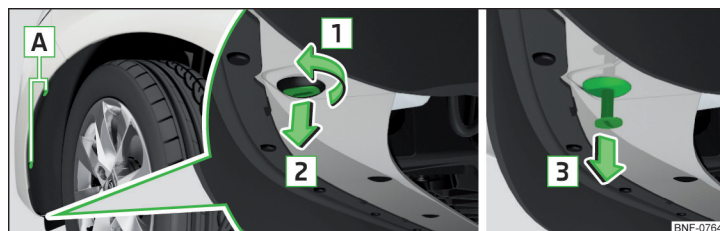

Рис. 176 Зняти облицювання колісної ніші.
- Використовуйте викрутку комплекту інструменту до автомобіля, щоб викрутити гвинти **[A]** » Рис. 176 з облицювання колісної ніші.
- Вставте частину з призначеним шліцом розпірного пістона проти напрямку стрілки [2] і поверніть її на 90 градусів проти напрямку стрілки [1] » Рис. 176.